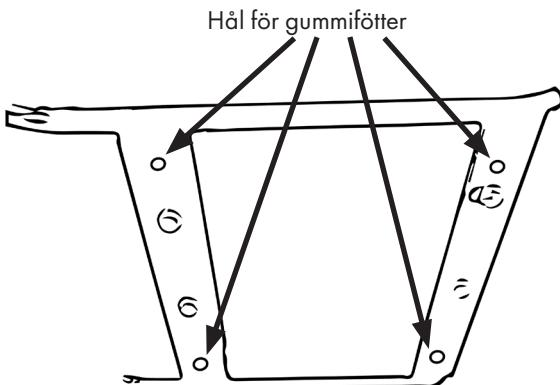

Bild 2
- För in gummifötterna i hålen på de ställen som visas i bild 2 och fäst dem med muttrar.